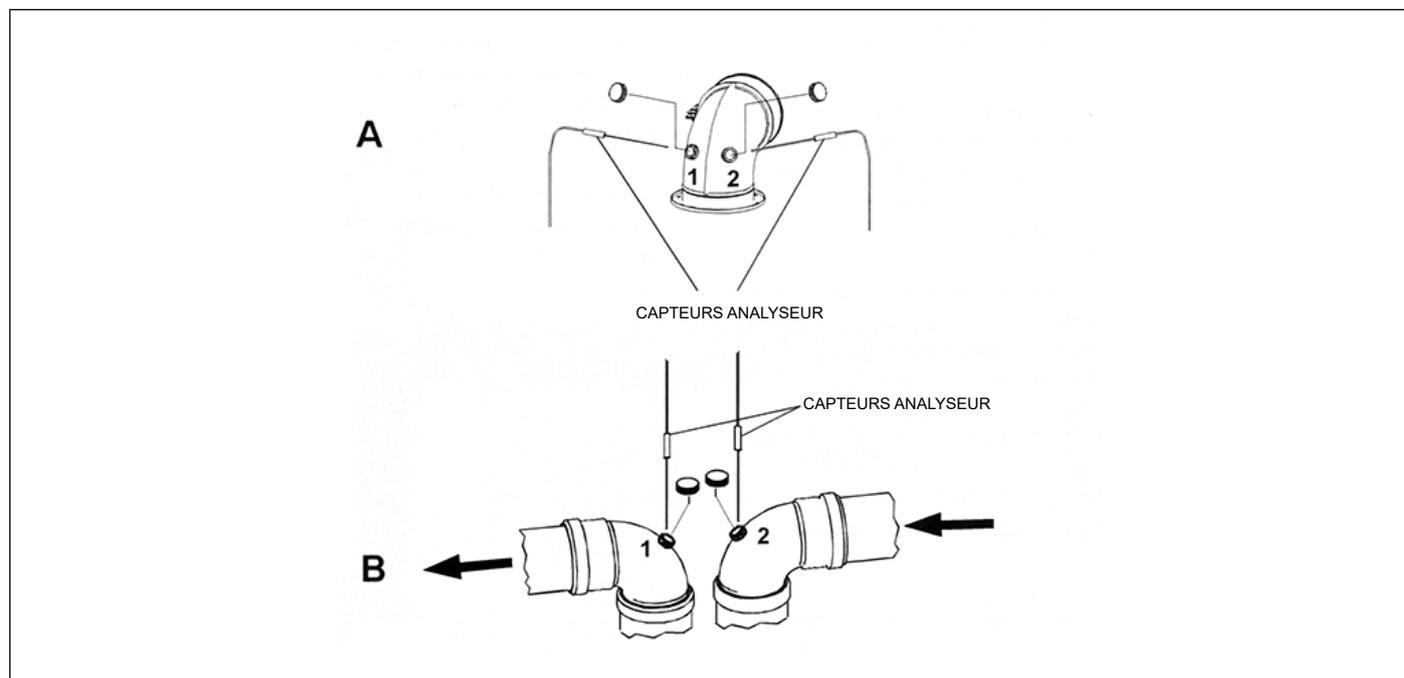

Fig. 14 Exemples de points de détection de fumées
- mesure de la température de l'air comburant prélevé dans le trou relatif 1 (voir réf. (A) Fig. 14 Exemples de points de détection de fumées , pour les chaudières à chambre étanche équipées de tuyauterie avec trous prédisposés).
- mesure de la température des fumées et de la quantité de CO₂ prélevé dans le trou relatif 2 (voir réf. (A) Fig. 14 Exemples de points de détection de fumées , pour les chaudières à chambre étanche équipées de tuyauterie avec trous prédisposés).
- mesure de la température de l'air comburant prélevé dans le trou relatif 2 (voir réf. (B) Fig. 14 Exemples de points de détection de fumées , pour les chaudières à chambre étanche équipées de tuyauterie avec trous prédisposés).
- mesure de la température des fumées et de la quantité de CO₂ prélevé dans le trou relatif 1 (voir réf. (B) Fig. 14 Exemples de points de détection de fumées , pour les chaudières à chambre étanche équipées de tuyauterie avec trous prédisposés).